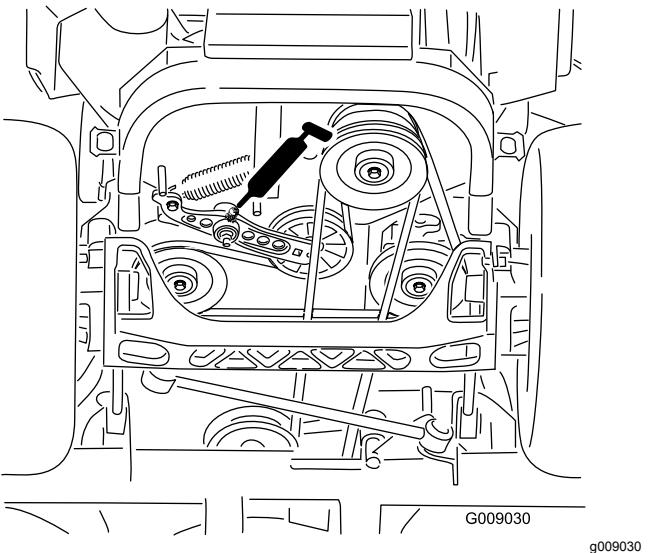

Bild 49
6. Fetten Sie den Spannarm des Treibriemens ein (Bild 49).